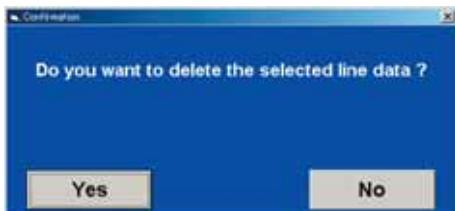

Рис. 4.1.10
После выбора проекта из перечня и нажатия на кнопку "Удалить" (Delete) (10) откроется окно подтверждения (рис. 4.1.10). Для удаления выбранного проекта нажать "Да" (Yes).